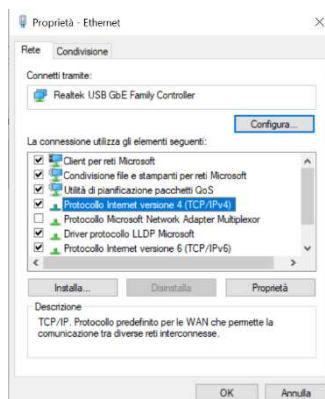
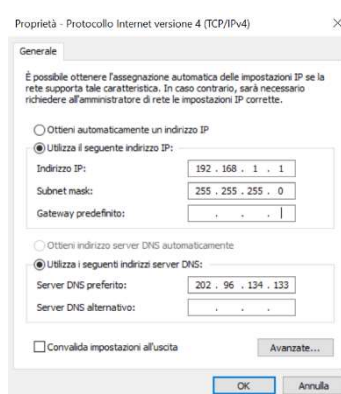

Fig. 6
Fig. 7
7. Dal menù di proprietà Ethernet (Fig.6), selezionare "Protocollo Internet versione 4 (TCP / IPv4) e premere il pulsante "Proprietà" che si sarà nel frattempo abilitato. Si aprirà la schermata di Fig.7.
13. Selezionare "Network" dal menù Configurations per impostare i parametri di rete di NetLink in conformità con quelli della vostra rete Ethernet. Per esempio, se nella schermata originale di Fig.7 l'indirizzo IP era 192.168.10.1, impostare NetLink su 192.168.10.101 (Fig.9).